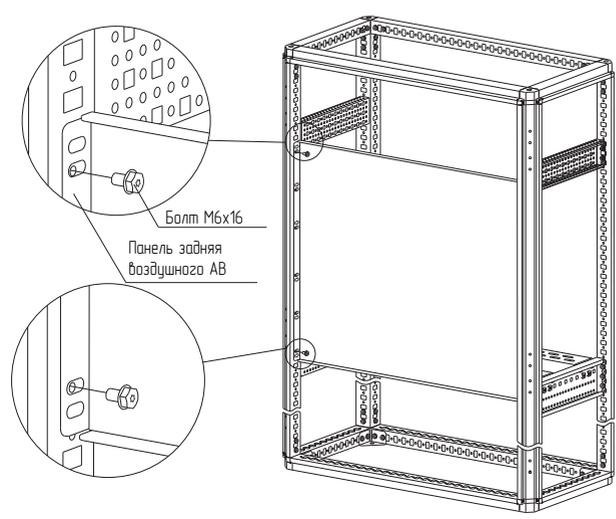

Рисунок 39
- вариант 1. Болтами М6х 16 (рисунок 39). Момент затяжки – 7 Н·м. Болты приобрести отдельно;